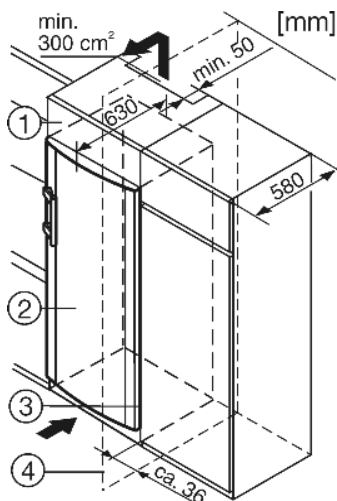

Fig. 8
- (1) Élément haut
- (2) Appareil
- (3) Placard de cuisine
- (4) Mur
L'appareil peut être entouré de meubles de cuisine. Pour adapter l'appareil *Fig. 8 (2)* à la hauteur des placards de la cuisine intégrée, on peut placer un élément haut *Fig. 8 (1)* au-dessus de l'appareil.
Lors de la transformation avec des placards de cuisine normalisés (profond. max. 580 mm) l'appareil peut être placé directement à côté du placard *Fig. 8 (3)*. La porte de l'appareil saillit latéralement de 34 mm et au milieu de l'appareil de 50 mm par rapport à la face avant du placard de cuisine. Ainsi, elle se laisse ouvrir et fermer sans problèmes.
Si l'appareil est installé avec les charnières à côté d'un mur *Fig. 8 (4)*, la distance entre l'appareil et le mur doit être de 36 mm min. Ceci correspond à la saillie de la poignée lorsque la porte est ouverte.